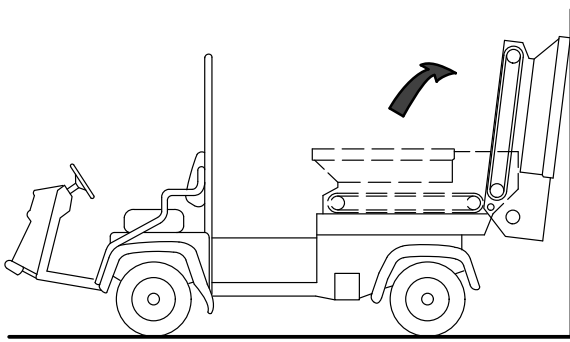

Figura 33
5. Incline la tolva hacia atrás y apóyela contra una pared, una escalera, etc. No deje que la tolva se apoye contra la parte trasera de la máquina, porque podrían producirse daños en el cepillo o en los acoplamientos hidráulicos (Figura 33).
Importante: Asegúrese de inclinar la tolva más allá de la vertical y/o sujetarla a la pared o a un poste para evitar que se caiga accidentalmente sobre la zona de trabajo (Figura 33).